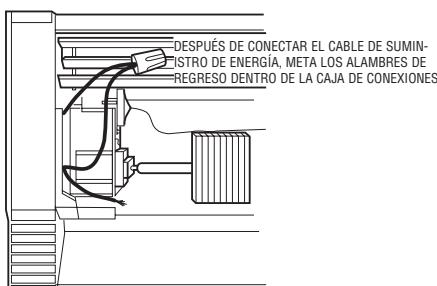

Figura 8. Cableado a través de la abertura de la caja de conexiones
- Si el suministro de energía debe alimentar los calefactores en la caja de conexiones que está adyacente a otro calefactor, es más fácil que las conexiones de suministro de energía se realicen antes de la instalación del calefactor(s) en la pared. Si esto no es posible, las conexiones pueden realizarse a través de la abertura en las cajas de conexiones cuando la cubierta(s) delantera está removida. Vea la Figura 8.